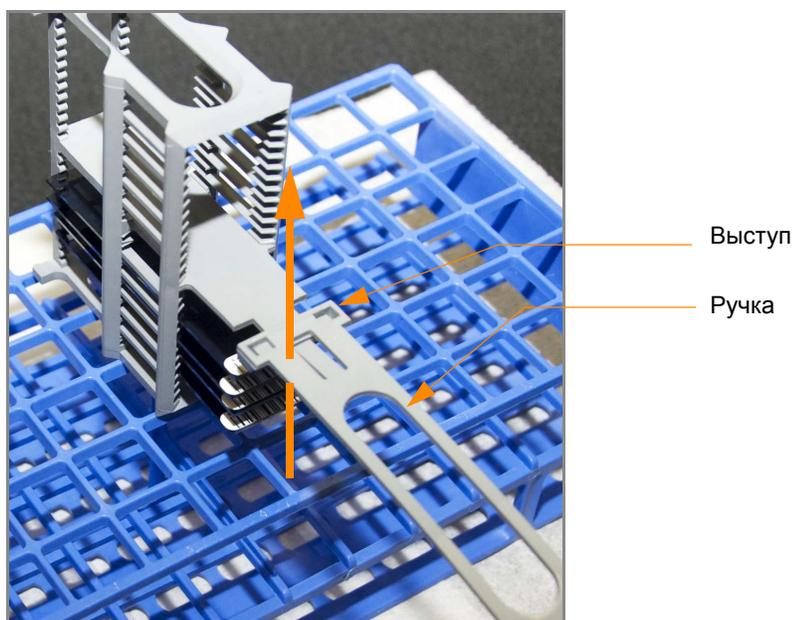

Рис. 187 Удаление ручки штатива для окрашивания
20. Удерживая штатив для окрашивания за верхнюю часть, зажмите ручку между большим и указательными пальцами. Надавите большим пальцем на выступ по направлению вверх и протолкните ручку от себя, чтобы разблокировать ее. Потяните за ручку и удалите ее (Рис. 187).